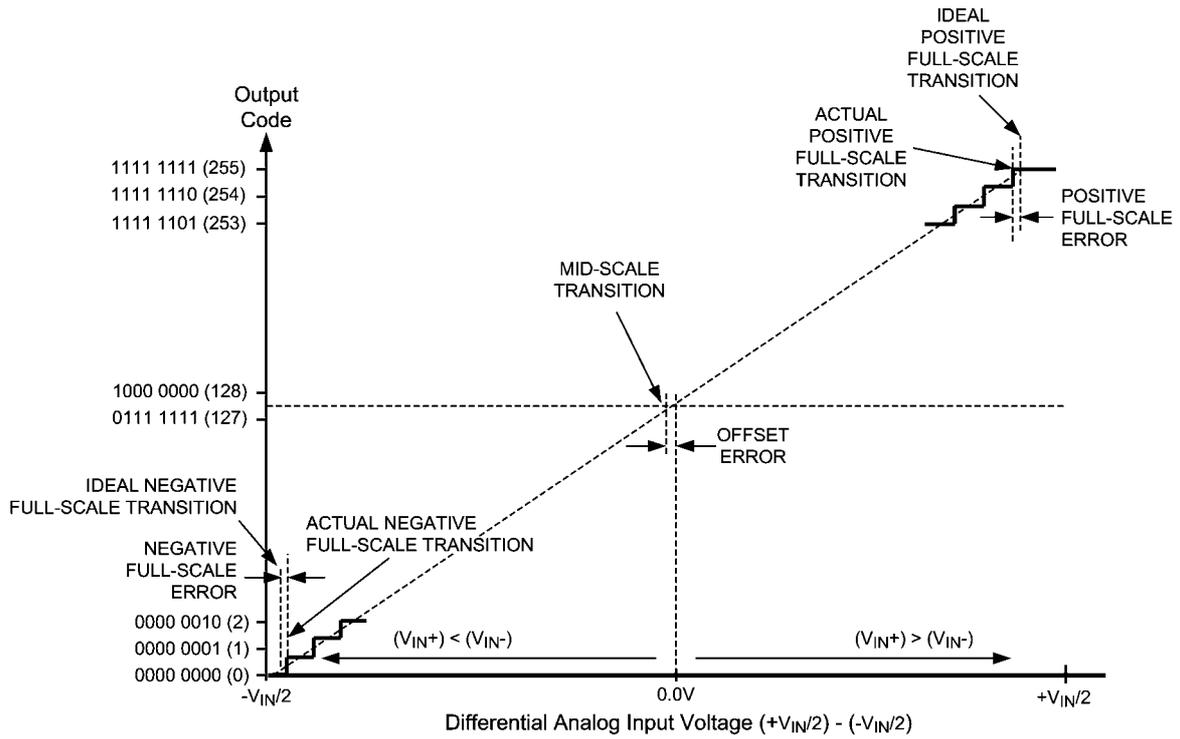

FIGURE 2. Input / Output Transfer Characteristic
- Note 9:** 本デバイスのフルスケール誤差の計算では、実際のリファレンス電圧はその公称値に正確に一致していると仮定しています。そのためデバイスのフルスケール誤差は、フルスケール誤差とリファレンス電圧誤差の組み合わせになります。Figure 2 の変換特性を参照してください。ゲイン誤差とフルスケール誤差の関係については、ゲイン誤差の仕様定義を参照してください。